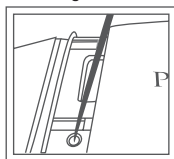

Fig. 1.12
5. Utilisez un objet à pointe fine (par ex. un tournevis avec une pointe de 2 mm) pour appuyer sur et relâcher le bouton d'activation de l'étalonnage (**Fig.1.12**). Le testeur entre en mode d'étalonnage en émettant un signal sonore. Tous les témoins (y compris « Metal » (Métal) et « Low Batt » (Batterie faible)) s'allument en mode d'allumage fixe. Le testeur est désormais prêt à démarrer l'étalonnage.